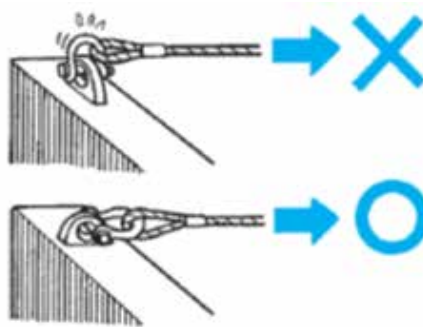

Fig. 3-21 Ejemplo de uso de grilletes
- No coloque el cable metálico a través del lado del perno del grillete como en Fig. 3-21. El perno podría girar.